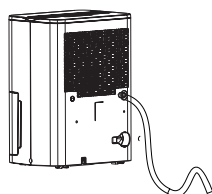
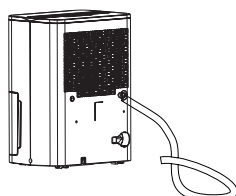

Fig. 9a
Fig. 9b
- S'assurer que le tuyau d'eau est incliné vers le bas et permet le bon écoulement de l'eau. Ne pas installer de tuyau d'eau comme sur les Fig. 9a et Fig. 9b.